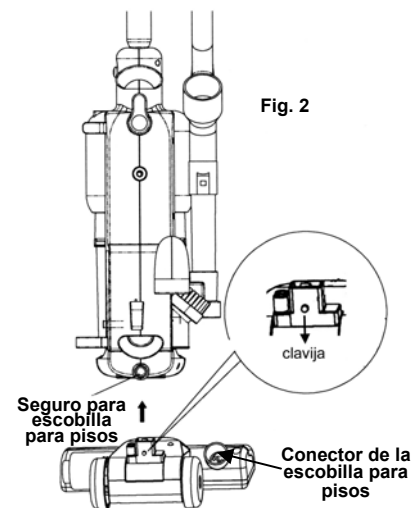

Fig. 2
- Inserte la escobilla en su conector en la base de la unidad observando la dirección de la flecha (Fig. 2).